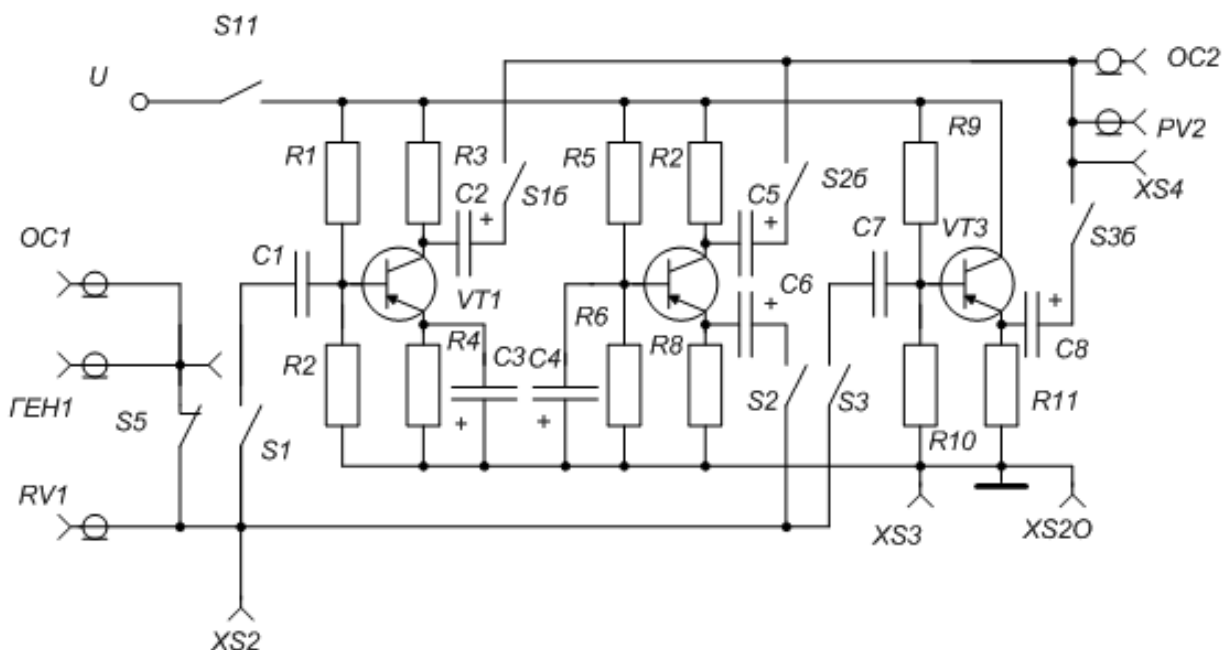

Рис. 11.1
На рис. 11.1 наведено принципову електричну схему лабораторного модуля, в якому зібрані три окремих підсилювальних каскади. Вибір досліджуваного каскаду здійснюється кнопковим перемикачем, котрий знаходиться на панелі лабораторного стенду. Вхідний сигнал від Л-30 надходить на входи каскадів через перемикач S1 (S2;S3) і нормально замкнений S5 або підключений до гнізд XS1 і XS2 магазин опорів РЗЗ при розімкненому S1. Вхідний сигнал контролюється вольтметром PV1 або першим каналом підсилення осцилографа СІ-55. Вихідний сигнал через перемикач S16 (S26, S36) надходить на вихідний вольтметр PV2, другий
2. Привести вирази для коефіцієнтів підсилення напруги, струму потужності, вхідного та вихідного опорів каскадів СЕ, СБ, СК; підрахувати їх значення для показаних на рис. 11.1 схем на середній частоті ( $f_T = 1$  кГц,  $R_T = 0$ ).
На рис. 11.1 показано три підсилювальних каскади. Перший каскад зібрано за схемою спільного емітера (СЕ). Основним елементом підсилювального каскаду є транзистор  $VT1$  який забезпечує підсилення
Третій каскад (див. рис. 11.1) зібрано за схемою спільного колектора (СК). Інша назва цієї схеми - емітерний повторювач. Призначення основних елементів даної схеми таке, як і у попередньої. Різниця лише в тому, що резистор  $R_{11}$  задає робочу точку вихідного кола транзистора і є його навантаженням. Оскільки в транзисторі напруга  $U_{BE}$  дуже мала, можна вважати, що  $U_{ВИХ} \approx U_{ВХ}$ . Отже, емітерний повторювач не підсилює напругу ( $K_U \leq 1$ ). Однак схема забезпечує підсилення струму  $\Delta I_K = (\beta + 1)\Delta I_B$  і потужності.